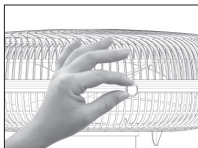

Figura 07
8. Pressionar a borda da grade frontal contra a borda da grade traseira em todo o contorno para garantir o travamento perfeito das grades (**figura 07**)